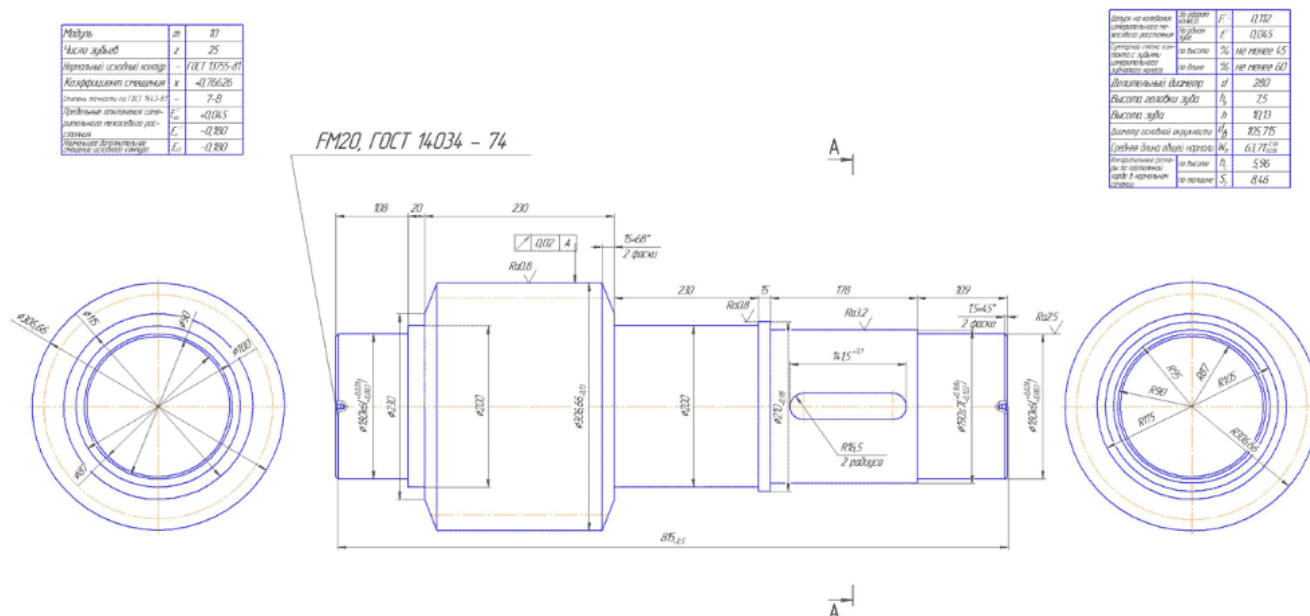

Рис. 1. Деталь «вал-шестерня»
1. Чертеж детали «вал-шестерня» (рис.1)